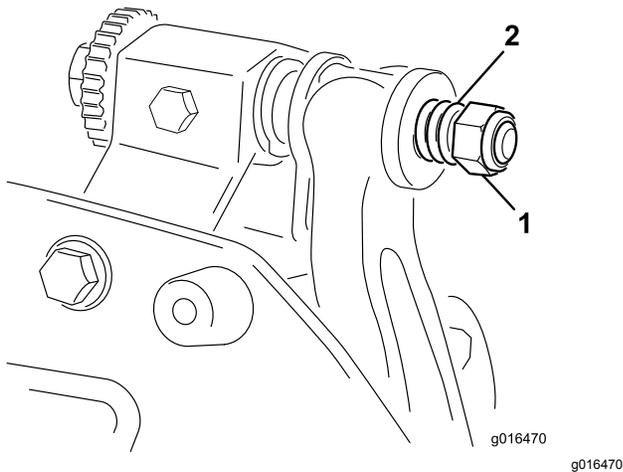

Figure 24
- Serrez l'écrou de tension du ressort jusqu'à ce que les spires soient jointives, puis desserrez-le de 1/2 tour (Figure 24).